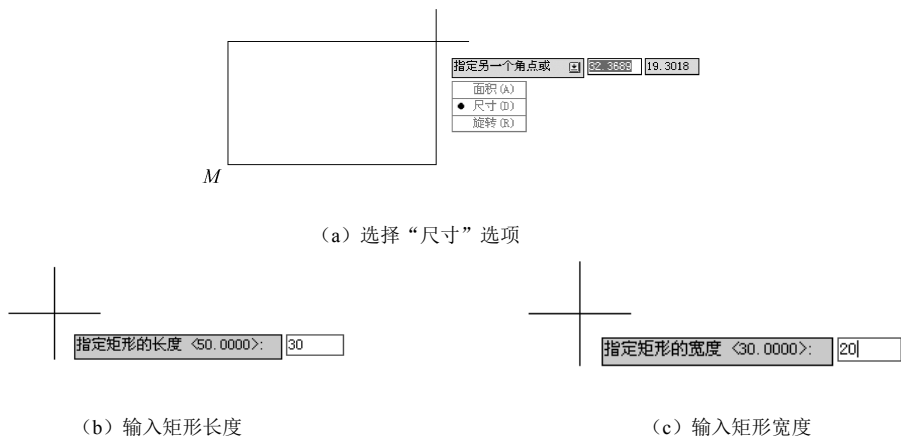

图 1-27 绘制矩形时的“动态输入”
- (4) 移动鼠标，按下键盘上“↓”键，出现动态提示，选择  选项，如图 1-27 (a) 所示，按 Enter 键确定采用“尺寸”方式绘制矩形。
- (5) 当绘图区出现  提示时，在提示框中输入“30”，如图 1-27 (b) 所示，按 Enter 键确定矩形的长度。
(6) 当绘图区出现 **指定矩形的宽度 <30.0000>:** 提示时, 在提示框中输入“20”, 如图 1-27 (c) 所示, 按 Enter 键确定矩形的宽度。